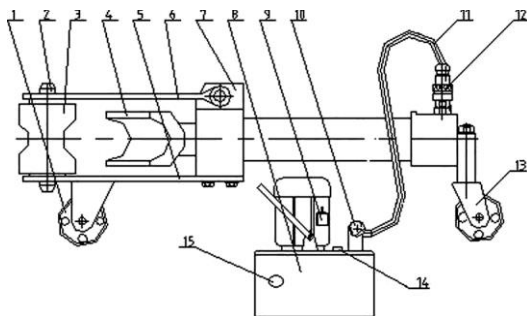

Рис. 3
**1)** Собрать трубогиб (см. Рис.3). Для этого:
- закрепить на нижней платформе корпуса трубогиба нижнюю траверсу (5) с помощью 4-х болтов из комплекта крепежа. Затем перевернуть трубогиб и установить его на колеса на ровной площадке;
- установить и закрепить верхнюю траверсу (6) в корпусе трубогиба (7) с помощью пальца;
- проверить уровень масла через смотровое окно (15) масляного электронасоса (8) (уровень масла должен закрывать смотровое окно (15)). При необходимости долить веретенное масло индустриальной марки И-20А или И-30А ГОСТ 20799-88 до требуемого уровня. Завернуть пробку (14) на место: для транспортировки пробку следует завернуть до упора, а для продолжения работы трубогиба пробка должна быть приоткрыта на один оборот;
- присоединить соединительный шланг (11) одним концом к масляному электронасосу (8) с помощью резьбового соединения, а другой конец шланга присоединить к трубогибу с помощью штуцера быстросъемного разъема (12);
- установить на шток трубогиба шаблон (4) необходимого размера, соответствующего диаметру сгибаемой трубы;
- установить в нижнюю траверсу (5) два упора (3) в симметричные отверстия, соответствующие требуемому диаметру сгибаемой трубы. Повернуть упоры (3) к шаблону (4) выемками;
- опустить верхнюю (6) траверсу на 2 оси (2) 2-х упоров (3).
**2)** Убедиться, что выпускной клапан электронасоса (10) закрыт, т.к. поступательный ход штока возможен только при закрытом выпускном клапане (10).
**3)** Поместить соответствующую трубу между упорами (3) и шаблоном (4) и включить электронасос выключателем (9) и произвести сгибание трубы.
**4)** По окончании операции плавно открыть выпускной клапан (10) не более, чем на один оборот, тем самым освобождая трубу и возвращая шток в исходное положение. Поднять верхнюю траверсу (6), достать трубу с шаблоном (4) и освободить шаблон от трубы. Трубогиб вновь готов к работе. При завершении работ по изгибу труб необходимо пробку на горловине (14) завернуть до упора (во избежание разлива масла).